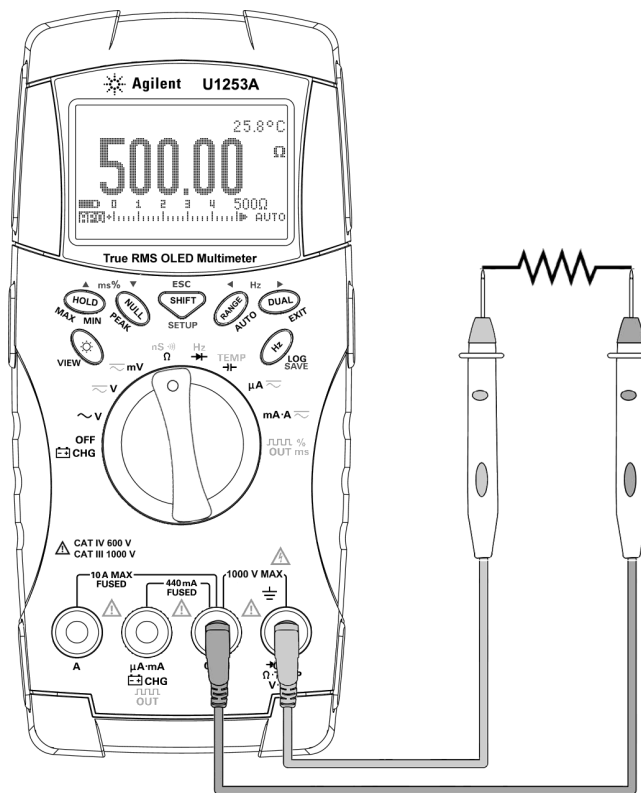

图 2-7 测量电阻
- 2 将红色和黑色测试引线分别与输入端子  $\Omega$  (红色) 和 COM (黑色) 连接 (请参见第 39 页上的图 2-7)。